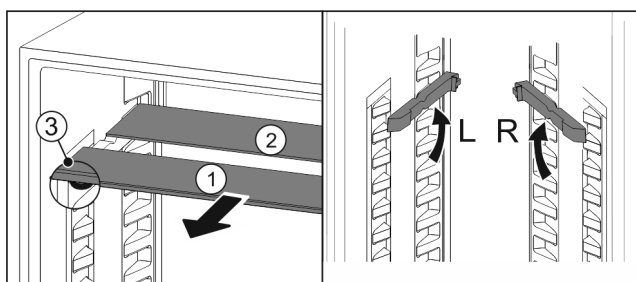

Fig. 70
- ▶ Izvucite Fig. 70 (1) staklene ploče jednu po jednu prema naprijed.
- ▷ Staklena ploča Fig. 70 (1) s ukrasnom letvicom nalazi se sprijeda.
- ▷ Zaustavljači Fig. 70 (3) su usmjereni prema dolje. Uređaji sa zamrzivačem.*